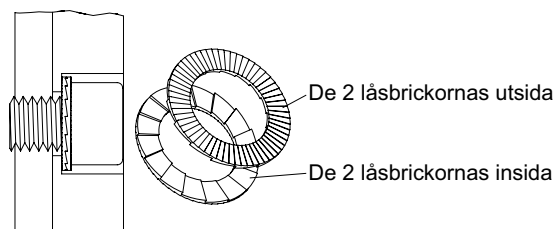

Bild 12 Monteringsläge för Nord-Lock® låsbrickor
OBS! *Korrekt monteringsposition för låsbrickorna (Fig. 12 Låsbrickornas monteringsposition) och föreskrivet åtdragningsmoment måste observeras!*
- Sätt in låsbricka (8/2; 9/2) med cylinderskruv (8/1; 9/1). Beakta monteringsposition på låsbrickan (8/2; 9/2) - se Fig. 12 Monteringsposition på Nord-Lock® låsbrickor.
- Sätt in låsbricka (10/2) och o-ring (10/3) med cylinderskruv (10/1). Beakta monteringsposition på låsbricka (10/2) - se Fig. 12 Monteringsposition för Nord-Lock® Låsbrickor.